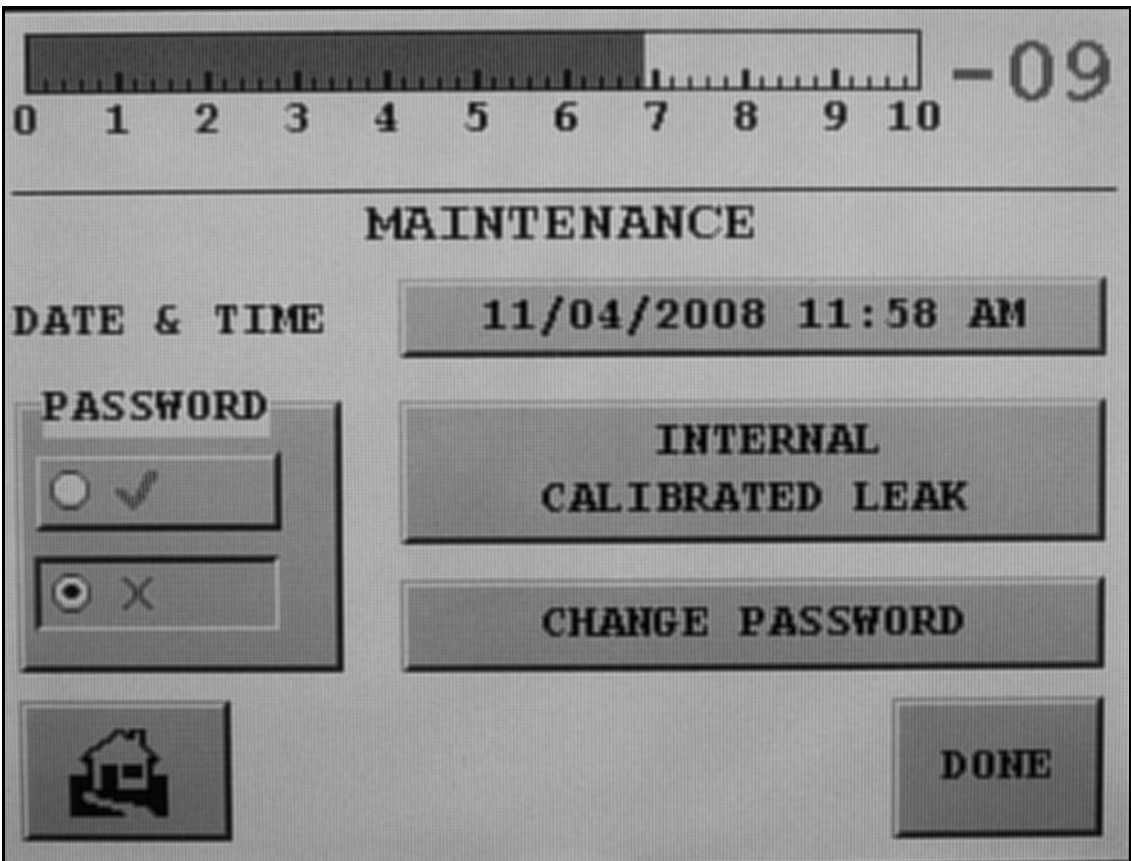

图 2-23 维护
1. 轻触“Set-Up”屏幕上的 **Maintenance**，出现“维护”屏幕（图 2-23）。